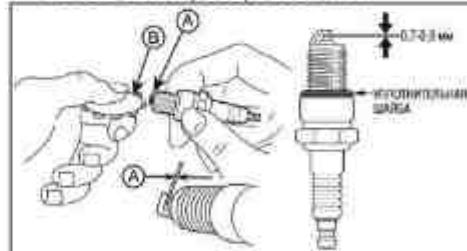

Рис. 26 Обслуживание свечи зажигания
4. Измерьте зазор А между электродами свечи зажигания специальным щупом В. Зазор должен быть $0,7-0,8$ мм (Рис. 26). При увеличении или уменьшении требуемого зазора, рекомендуется заменить свечу, так как регулировка зазора может привести к изменению качества искрообразования.